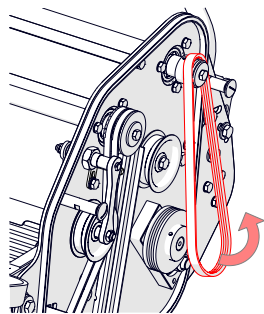

Fig. 14H - Retirar y sustituir la correa
- ii. Aparte la polea tensora. Retire la correa y sustitúyala (si fuera necesario) (Fig. 14H).